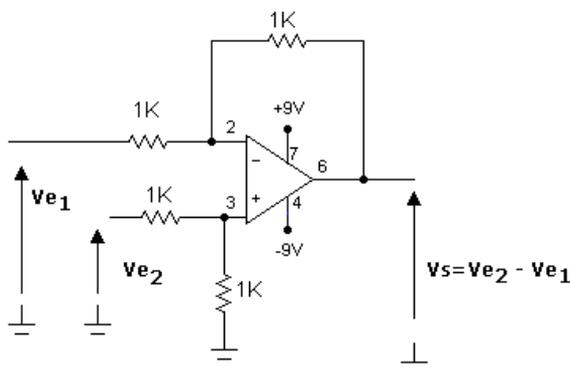
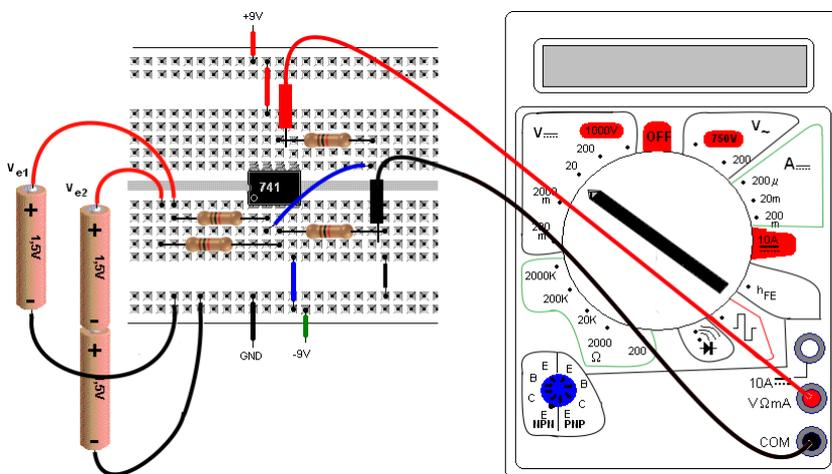

Figura 7 – Circuito Subtrator
Figura 8 – Circuito Subtrator - layout na MP - dispositivos fora de escala
- 4) O circuito da Figura 7 funciona como um circuito Subtrator, isto é, subtrai uma tensão de outra, calcule o valor da tensão de saída do circuito da Figura 7 para cada uma das combinações de tensões de entrada da tabela 3.
- 5) Monte o circuito da Figura 7 na MP de acordo com *layout* da Figura 8, e para cada uma das combinações das tensões de entrada (V_{e1} e V_{e2}) da tabela 4 meça a tensão na saída.